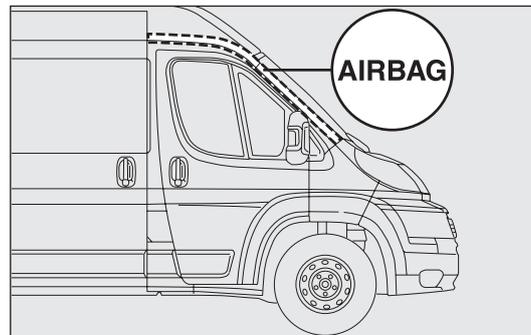

fig. 153
**AIR BAG LATERALI PROTEZIONE TESTA (WINDOW BAG) fig. 153**